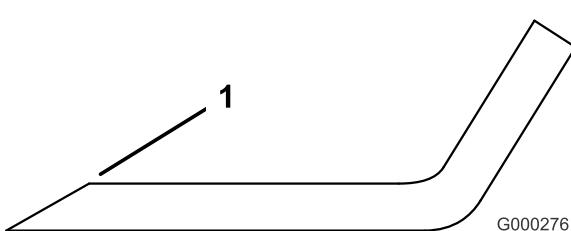

Figure 23
- 3. Examinez les tranchants de toutes les lames et affûtez-les s'ils sont émoussés ou ébréchés. N'aiguissez que le haut du tranchant et conservez l'angle de coupe d'origine pour obtenir une coupe nette (Figure 23). Limez la même quantité de métal sur chacun des deux tranchants pour ne pas déséquilibrer la lame.